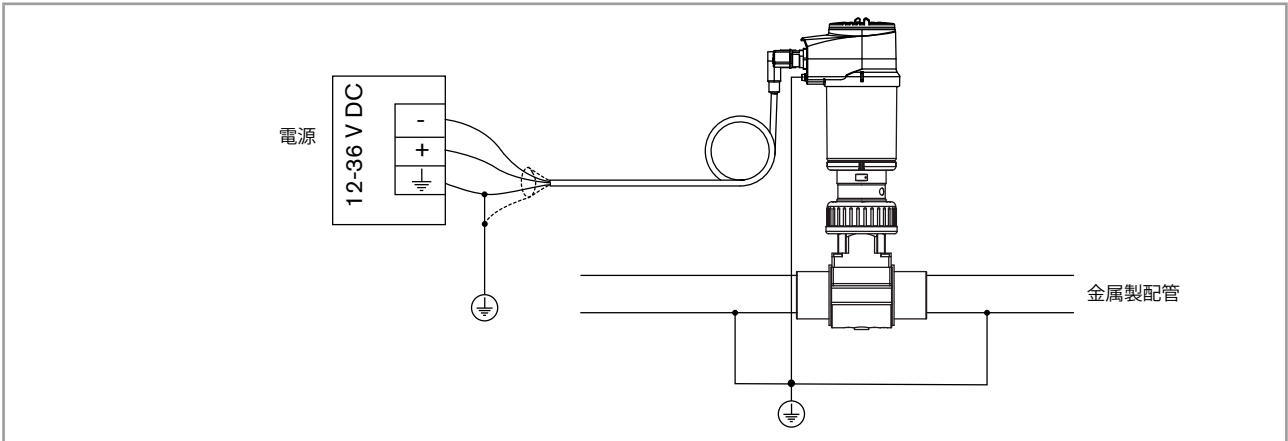
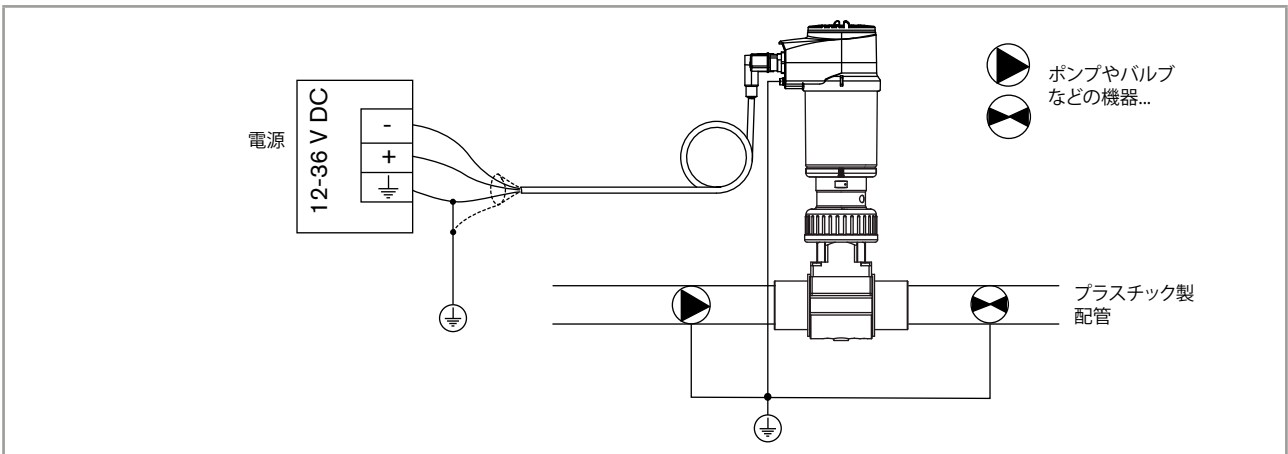

図13: 金属製配管における等電位性の概略図
図14: プラスチック製配管における等電位性の概略図
- 電源ケーブルのシールドが適切に接地されていることを確認してください。図13および図14を参照。
- 製品がプラスチックパイプに取り付けられている場合は、製品の近くにある金属製の器具 (バルブやポンプ等) をすべて同じ接地点に接続してください。図14を参照。